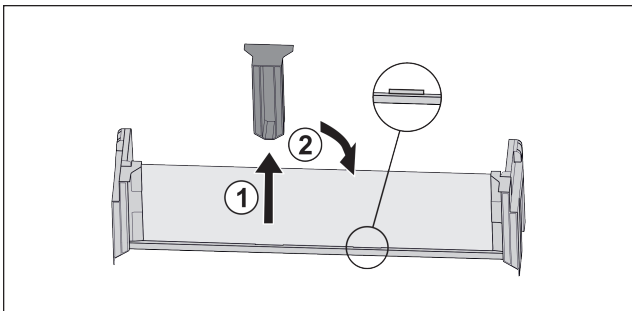

Fig. 103
- ▶ Снимите среднюю поддерживающую деталь Fig. 103 (1).
- ▶ Вставьте среднюю поддерживающую деталь во вторую позицию Fig. 103 (2).